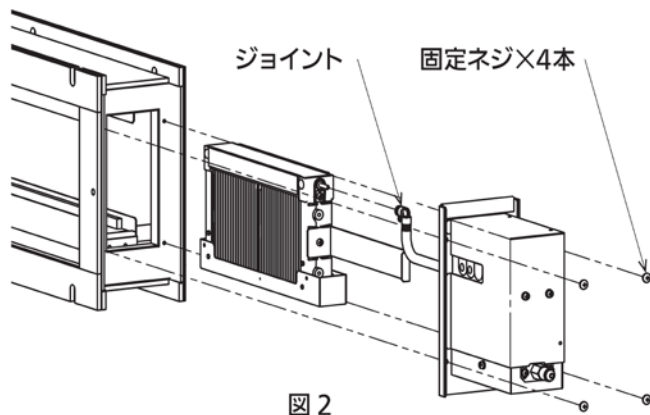

図 2
- ② 加湿器本体を固定しているネジ (M4×6) 4 本ははずし、電気配線を引っ張らないように加湿器の電装部と加湿エレメントを枠から引き出してください。(図 2)